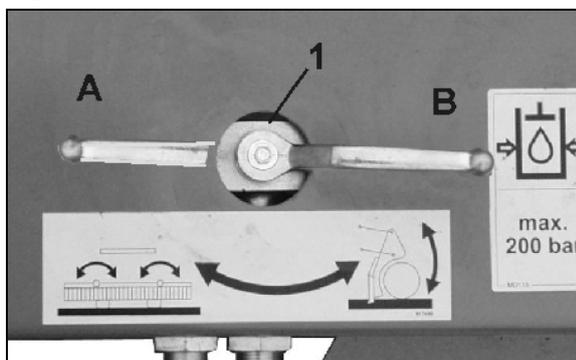

Fig. 28
1. Mettez le robinet d'arrêt (Fig. 28/1) en position B.